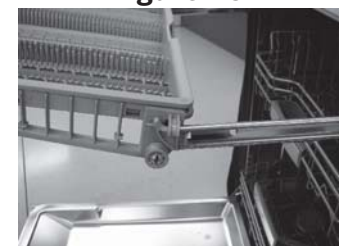

Figure 16
- Tout en maintenant une glissière à galets, faire glisser le galet supérieur du tiroir par dessus la butée de la glissière à galets (voir **Figure 16**).